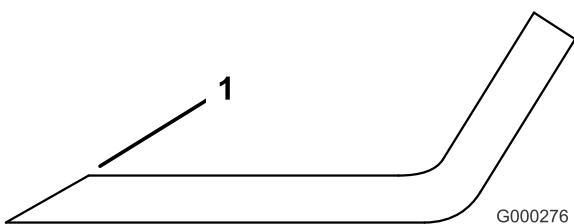

Figure 93
1. Au moyen d'une lime, aiguissez les tranchants aux deux extrémités de la lame (Figure 93) Veillez à conserver l'angle de coupe d'origine. Limez la même quantité de métal sur chacun des deux tranchants pour ne pas déséquilibrer la lame.